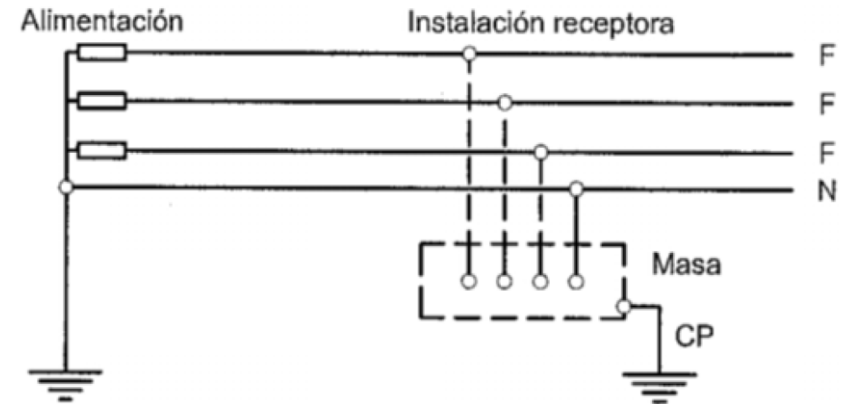

Figura 5.4 Esquema TT
6.5.1 El esquema TT tiene un punto de alimentación, generalmente el neutro o compensador, conectado directamente a tierra. Las masas de la instalación de consumo están conectadas a una conexión de puesta a tierra separada de la conexión de puesta a tierra de la alimentación. Ver figura 5.4